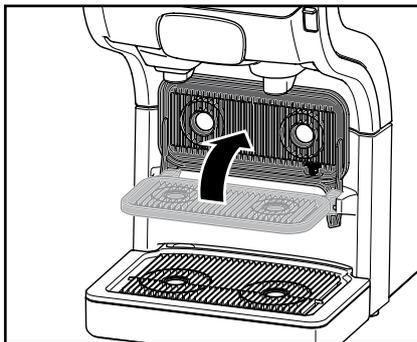

Fig. 11
- Dobre o porta-xícara para cima para obter mais espaço para o bule. (Fig. 11)